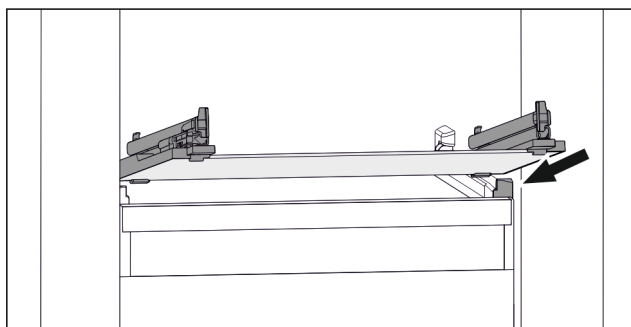

Fig. 119 Przykładowa prezentacja płyty szklanej
- ▶ Założyć płytę szklaną pod skosem za stoperami. (patrz Fig. 119)